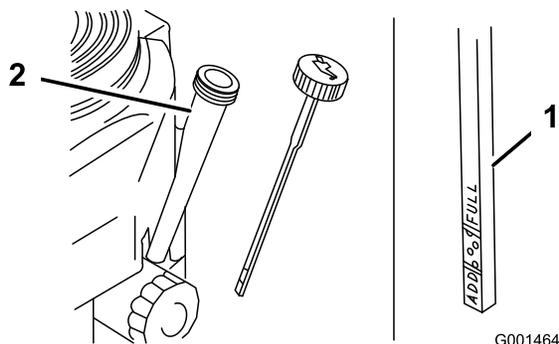

Figure 29
4. Nettoyez la surface autour de la jauge d'huile (Figure 29) pour éviter que des impuretés ne
5. Retirez la jauge d'huile et essuyez soigneusement son extrémité (Figure 29).
6. Remettez la jauge au fond du tube de remplissage, mais sans la visser (Figure 29).
8. Versez avec précaution environ 80% de la quantité d'huile spécifiée dans le goulot de remplissage (Figure 29)